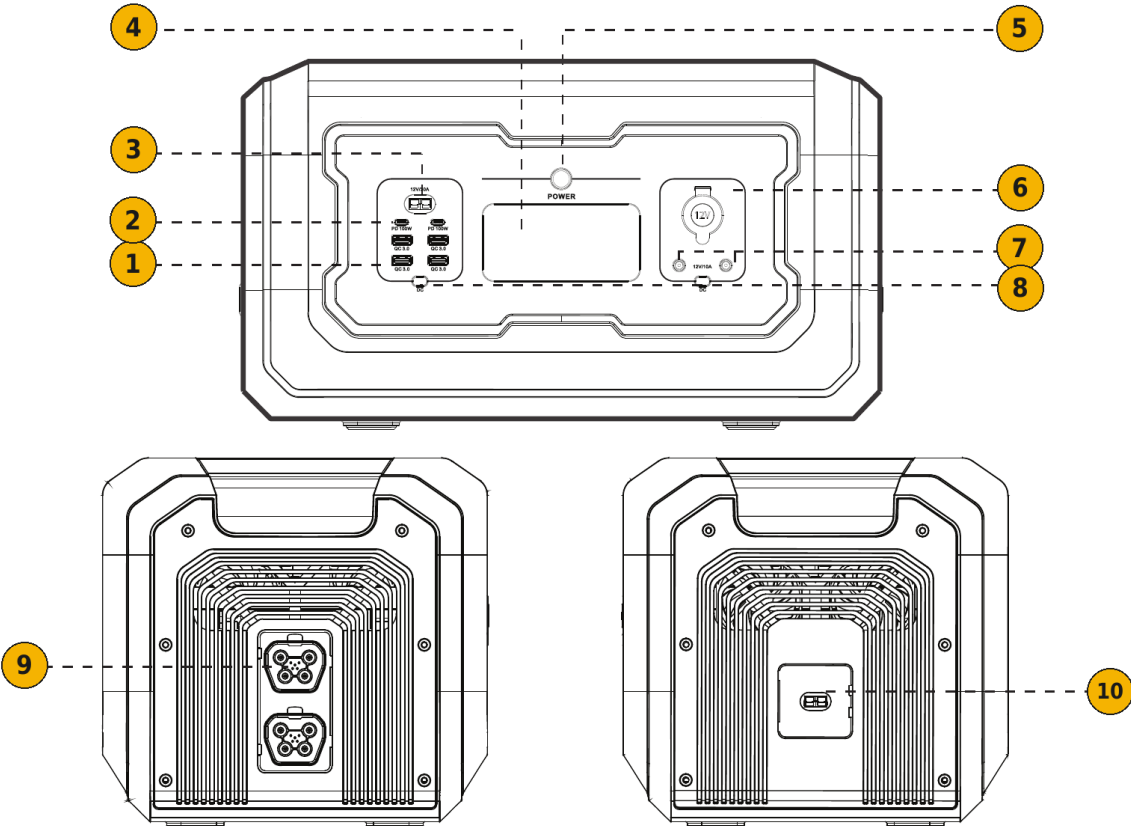

FIG. 2 — Composants : panneau avant (en haut) et côtés (en bas)
- 4) Ne raccordez pas de panneaux solaires à la sortie Anderson du panneau avant (FIG. 2, rep. 3). Raccordez-les uniquement à l'entrée solaire latérale (rep. 10).
- 2) Branchez le câble fourni entre le port de connexion de la batterie d'extension de la station et l'une des prises de connexion de la batterie (FIG. 2, rep. 9). Enfoncez les connecteurs à fond.
4	Entrée solaire Anderson de la batterie (FIG. 2, rep. 10)